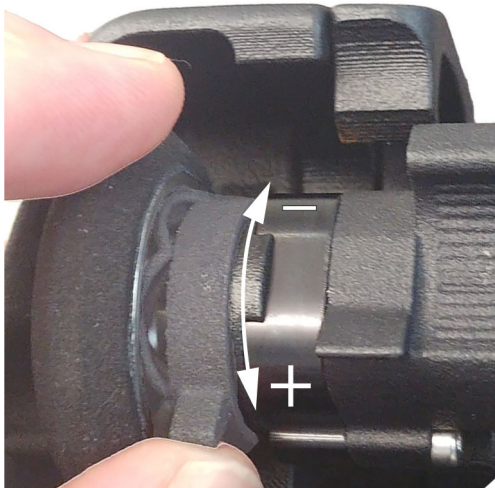

Figura 3-2 Resistência da roda do codificador
3. Defina a resistência da roda para o nível mínimo veja a Figura 3-2 na página 55.